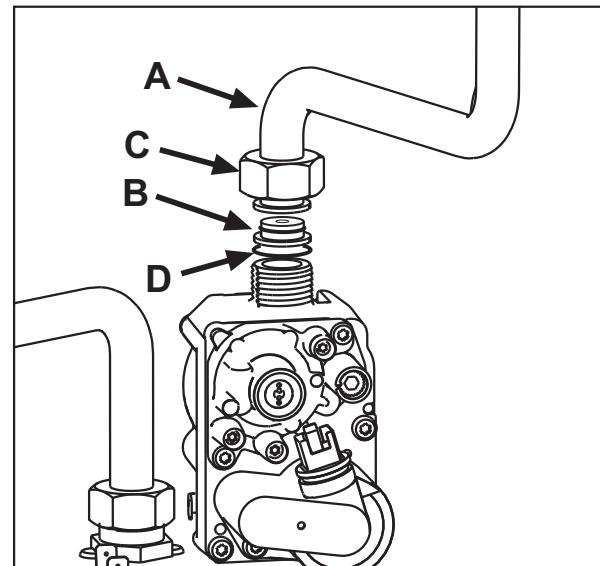

fig. 22
3. Deșurubați piulița C și scoateți tubul de gaz A de pe valva de gaz (vezi fig. 22).
4. Înlocuți duza B introdusă pe tubul de gaz cu cea afiată în kitul de transformare, interpunând garnitura D (vezi fig. 22).